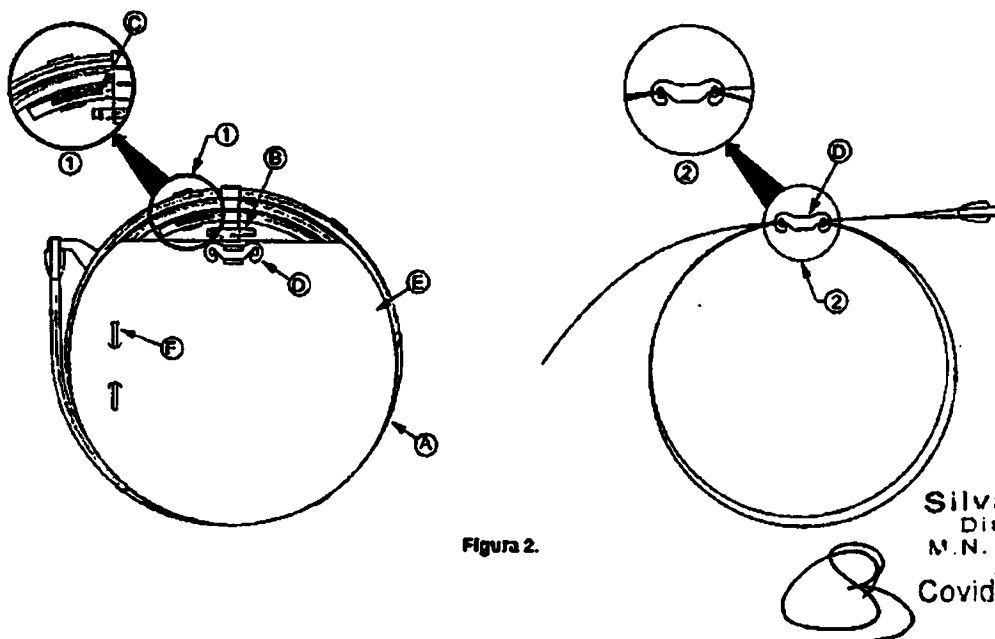

Figura 2.
3. Retire el dispositivo de su espiral (Figura 2, A).
4. Mientras sujeta el catéter cerca del protector del balón (Figura 2, C), deslice suavemente el protector y el estilete para alejarlo del dispositivo.
6. Extraiga la cánula de purgado del clip accesorio (Figura 2, B) y, sin retirar la cubierta, conéctela directamente a la jeringa.
La herramienta de replegado (Figura 2, F) es un accesorio que permite que el balón se repliegue cuando sea necesario.
3. Retire la herramienta de replegado del cuadro de cumplimiento (Figura 2, E).
4. Asegúrese de que el protector del balón (Figura 2, C) no se encuentre sobre el estilete del balón y cargue el extremo sin lengüeta de la herramienta de replegado en el extremo recto del estilete.
El dispositivo Looper (Figura 2, D) es un accesorio para uso con los catéteres de balón de intercambio rápido de Medtronic. El dispositivo permite sujetar el catéter de balón a una configuración de bobina para una manipulación más fácil durante el uso.
1. Retire el dispositivo Looper del clip accesorio de la espiral (Figura 2, A).
3. Enganche el looper alrededor del extremo proximal enrollado del catéter (Figura 2, D)